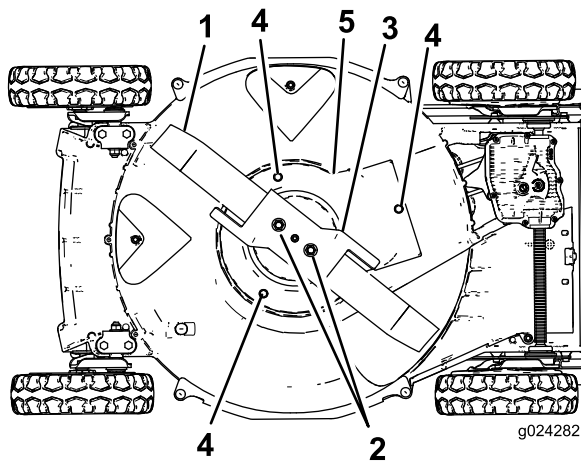

Figura 35
6. Rimuovete i 2 dadi della lama, l'acceleratore e e la lama (Figura 35).
7. Rimuovete le viti che fissano il carter della frizione del freno della lama al sottoscocca del tosaerba (Figura 35).